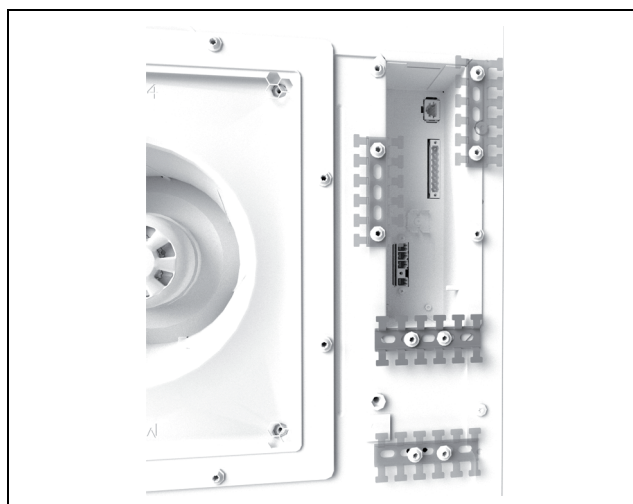

Fig. 39 : montage du rail en T (exemple d'illustration)
- Le blindage du câble peut être raccordé au rail en T (fig. 39).